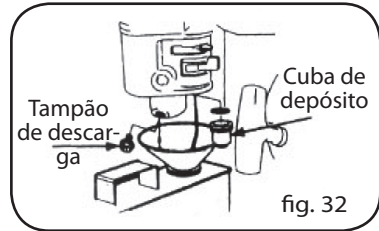

fig. 32
1. Substituir o óleo do motor (Fig. 32).